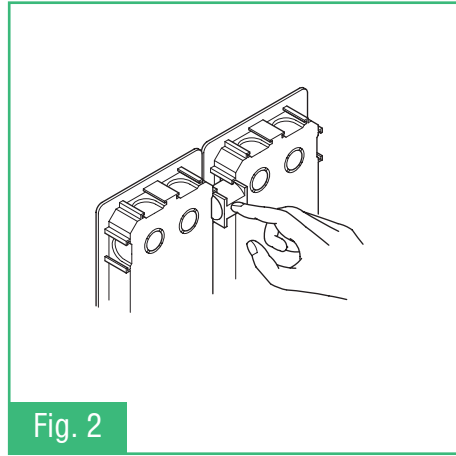

Fig. 2
- Fig. 2** Come accostare più scatole
- Fig. 2** How to place several boxes together
- Fig. 2** Comment associer plusieurs boîtiers
- Fig. 2** Hoe meerdere dozen naast elkaar te plaatsen
- Fig. 2** Wie mehrere Kästen aneinandergesetzt werden
- Fig. 2** Cómo colocar más cajas